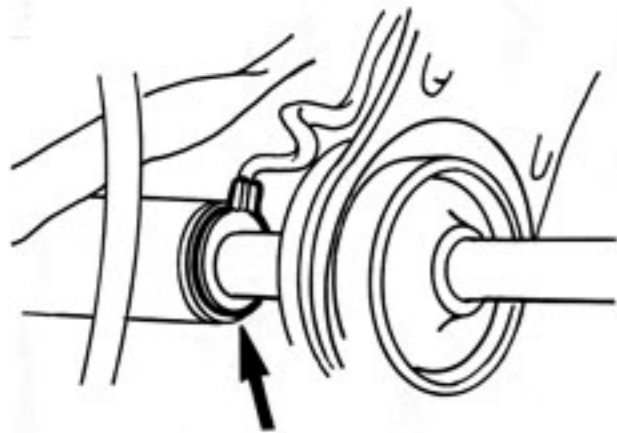

Fig. 2
- S'assurer que l'empilage des entretoises est correct et que la cosse du fil de masse soit sur l'axe (entre l'entretoise et la culasse du moteur côté droit, Fig. 2).